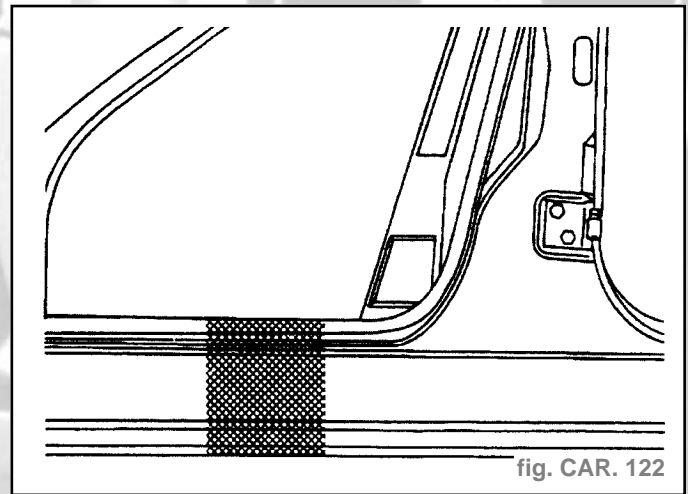

fig. CAR. 122
- Effectuer une finition étain (fig. CAR. 122).